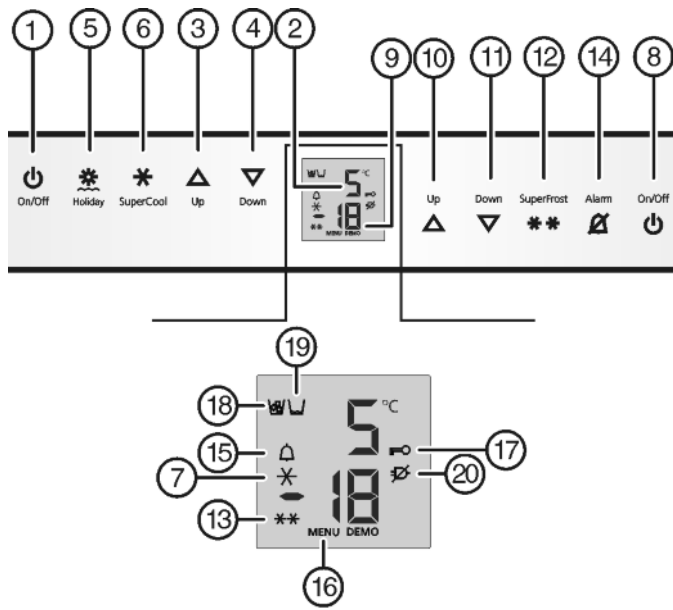

Fig. 2
- ▶ Taste On/Off Gefrierfachteil Fig. 2 (8) drücken.
- ▶ Taste On/Off Kühlteil Fig. 2 (1) drücken.
- ▷ Kühl- und BioFresh-Teil sind eingeschaltet: Temperaturanzeige Kühlteil Fig. 2 (2) leuchtet. Beim Öffnen der Kühlteiltür geht die Innenbeleuchtung an.
- ▶ Einstellmodus aktivieren: Taste SuperFrost Fig. 2 (12) ca. 5 s drücken.
- ▷ Das Symbol Menu Fig. 2 (16) leuchtet.
- ▶ Die Taste SuperFrost Fig. 2 (12) kurz drücken, um zu bestätigen.
- ▶ Zum Einschalten der Kindersicherung Taste SuperFrost Fig. 2 (12) kurz drücken.
- ▷ Das Symbol Kindersicherung Fig. 2 (17) leuchtet. In der Anzeige blinkt **c**.
- ▶ Zum Ausschalten der Kindersicherung Taste SuperFrost Fig. 2 (12) kurz drücken.
- ▷ Das Symbol Kindersicherung Fig. 2 (17) erlischt. In der Anzeige blinkt **c**.
- ▶ Einstellmodus deaktivieren: Taste On/Off Gefrierfachteil Fig. 2 (8) drücken.
- ▶ Taste Alarm *Fig. 2 (14)* drücken.
Gleichzeitig blinkt die Temperaturanzeige und das Symbol Alarm *Fig. 2 (15)*.
Der Tonwarner verstummt automatisch, das Symbol Alarm *Fig. 2 (15)* geht aus und die Temperaturanzeige hört auf zu blinken, wenn die Temperatur wieder ausreichend kalt ist.